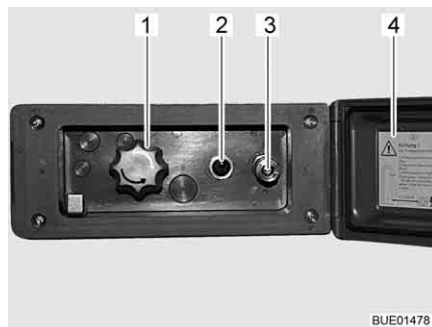

Fig. 139 Raccordo doccia esterno
- Sganciare ed aprire il coperchio (Fig. 139,4).
- Collegare il tubo flessibile della doccia esterna alla chiusura rapida (Fig. 139,3).
- Accendere la pompa dell'acqua con l'interruttore (Fig. 139,2).
- Regolare la temperatura dell'acqua ai gradi desiderati mediante la manopola (Fig. 139,1).
- Spegnere la pompa dell'acqua con l'interruttore (Fig. 139,2).
- Chiudere il coperchio (Fig. 139,4) e bloccarlo con la chiave.
- Ruotare la manopola (Fig. 139,1) sulla posizione centrale.